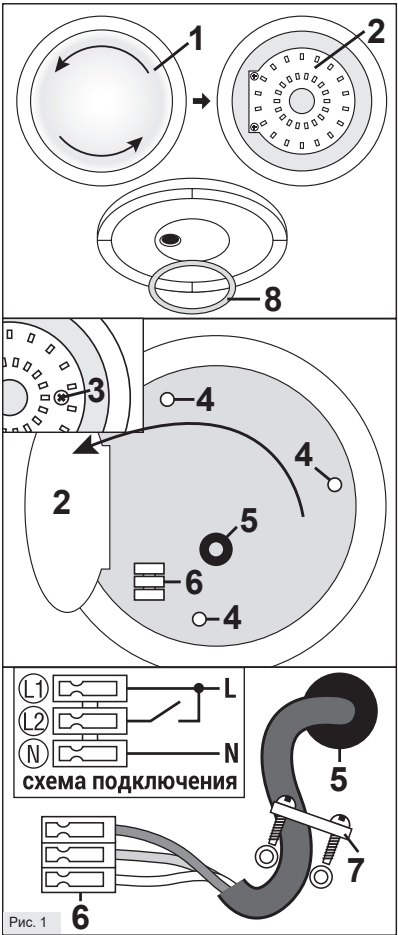

Рис. 1
3. Снимите рассеиватель (1) светильника, повернув его против часовой стрелки (Рис. 1).
4. Выкрутите саморез (3) и откройте светодиодный модуль (2) как показано на рисунке.